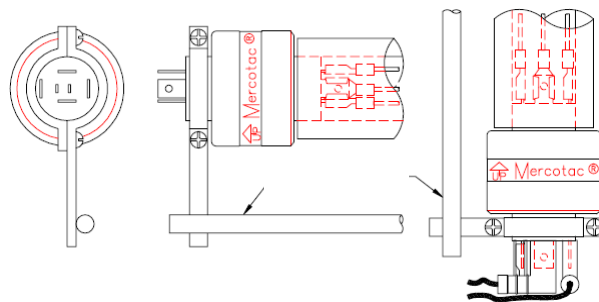

Рис.3 Плавающий приводной кронштейн (пример)
4. Во избежание механических нагрузок для подключения используйте многожильные провода достаточной длины. Не натягивайте провода, во избежание передачи на соединитель тянущего усилия. Провода должны быть достаточно ослаблены и обеспечивать свободное вращение на ¼ оборота. При этом слишком ослабленные провода могут намотаться на соединитель при вращении. Обычно провода достаточно хорошо удерживают вращающийся конец соединителя от свободного вращения. Если их механических свойств недостаточно, к втулке неподвижной части можно прикрепить плавающий приводной кронштейн (Рис.3).